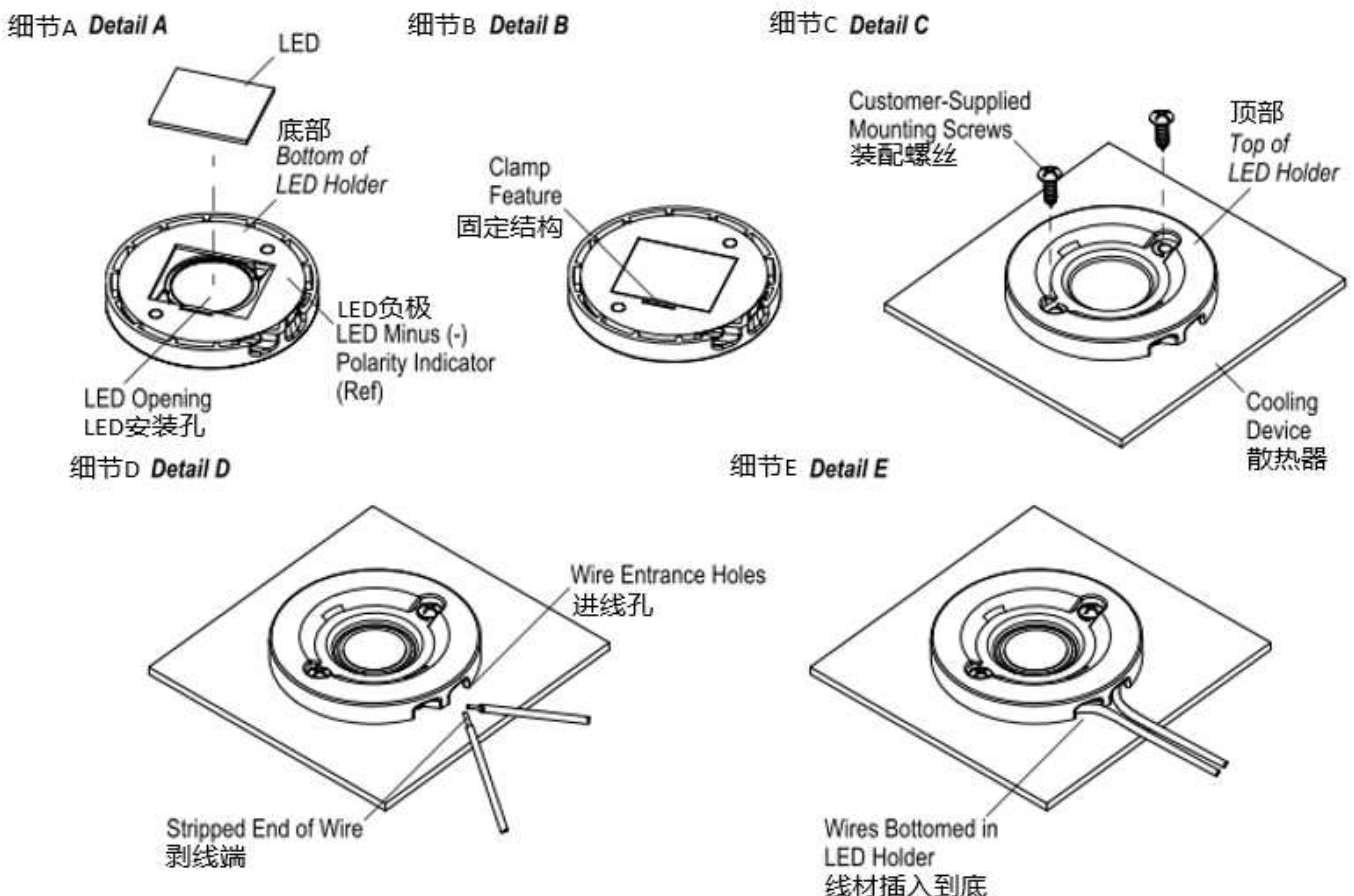

图 6
1.LED 必须从 LED 底座的底部装入 LED 安装孔内, 以便使 LED 的一边与 LED 底座的固定结构相对应。在将 LED 按方向装入 LED 安装孔时要先观察 LED 的极性标示, LED 装入正确的位置后固定结构会将其卡住, 如图 6 中的细节 A 与 B 所示。
2.将 LED 底座底部放在散热器上, 螺纹孔与散热器上的孔对齐。使用两个符合 3.4.段描述要求的螺丝将 LED 底座安装在散热器上, 螺丝的安装扭矩在 0.4N.m 到 0.6N.m 之间, 如图 6 中的细节 C 所示。
3.将剥了外皮的线材装入进线孔直到触到 LED 底座底部。如图 6 中的细节 D 与 E 所示。